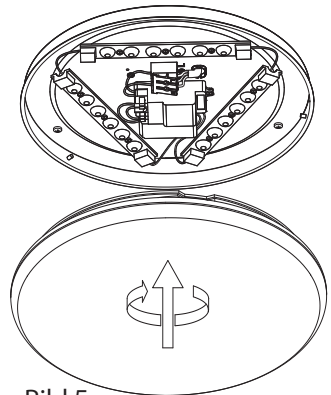

Bild 5
7. Bild 5: Die Kuppel auf die Grundplatte aufsetzen (Bajonett-Verriegelung).